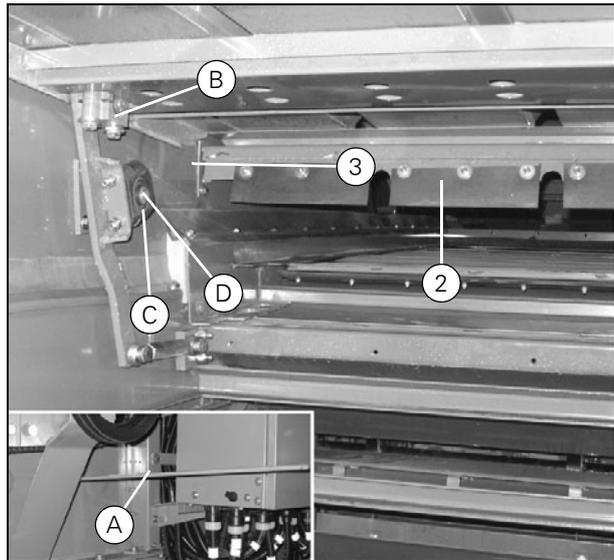

Рисунок 19
- Не забудьте установить прокладку между кронштейном подшипника и второй скатной доской на переднем поворотном рычаге (В) (Рис. 19).